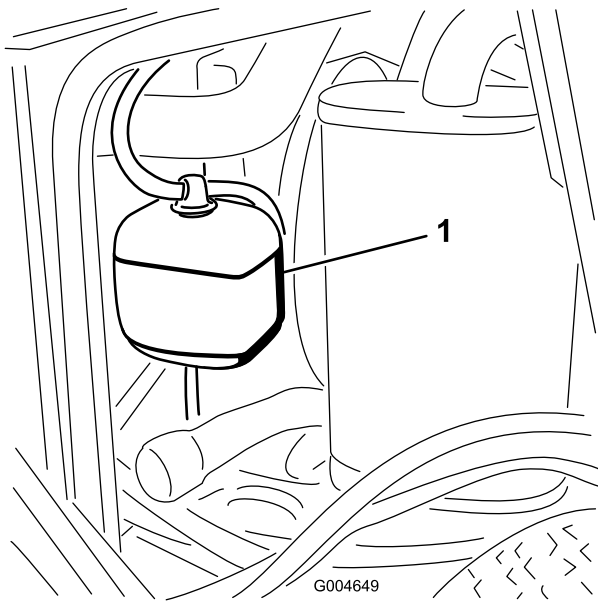

Bild 55
- Prüfen Sie den Kühlmittelstand im Ausdehnungsgefäß (Bild 55). Er muss sich